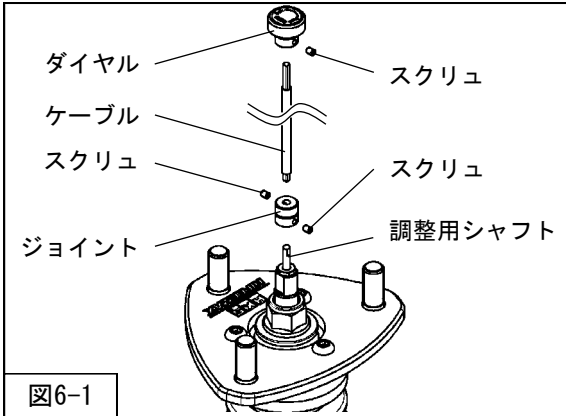

図6-1
1. 減衰力調整ケーブル(短・同梱品)からダイヤル・ジョイントを取外してください。(図6-1)
2. ジョイントを減衰力調整ケーブル(長・同梱品)に取付け、リアサスペンションASSY先端の調整用シャフトにケーブル(長)を取付けてください。(図6-1)
3. 調整用シャフト側面の平面部にスクリュの位置を合わせ、ケーブルを固定してください。スクリュの締付けは六角レンチ(1.5mm・同梱品)を使用してください。(図6-1)